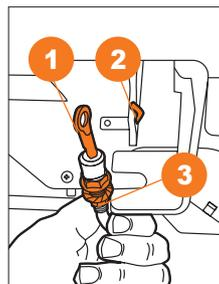

Рис. 12.2
- Прикрепите трос 1 регулировки выброса снега к рычагу 2 и зашплинтуйте его. Закрепите трос, закрутив гайку 3 (Рис. 12.2).